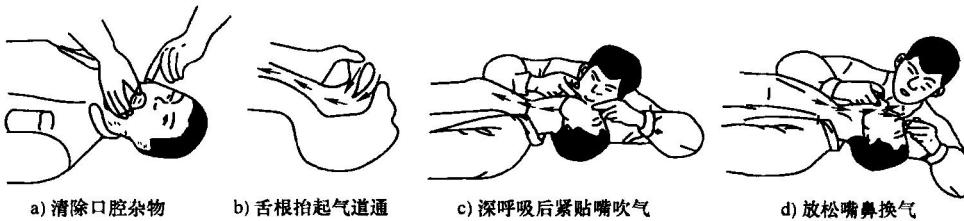

图 1-1-3 口对口人工呼吸抢救法
(2) 口对口人工呼吸抢救法 当触电者呼吸停止，但还有心脏跳动时，应采用口对口人工呼吸抢救法，使触电患者头部后仰，呼吸道畅通，用手指捏住鼻翼，口紧对口，吹气 2s，停 3s 为一次呼吸，一般 1~2 次，如图 1-1-3 所示。